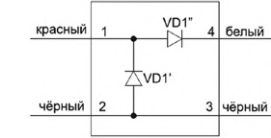
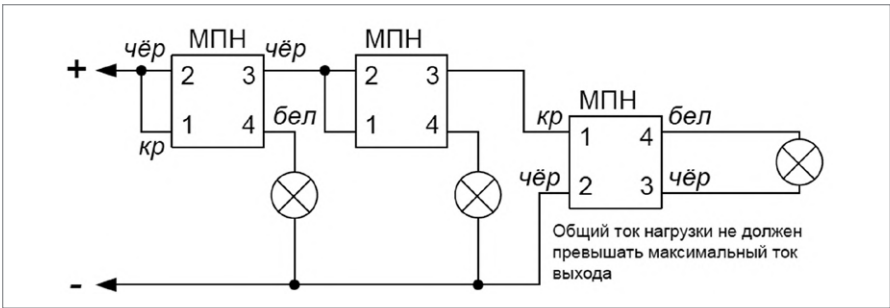

Рисунок 2. Схема внешних соединений блока «С2000-АСПТ»
Рисунок 3. Схема подключения нескольких световых табло или сирен к одному выходу блока
1. Схема внешних соединений блока С2000-АСПТ приведена на Рисунок 2. Если какая-либо из цепей «+1»... «+7» не используется, то необходимо подключить к ее контактам оконечный резистор: 4,7 кОм, 0,5 Вт из комплекта поставки.
4. Если какой-либо из выходов не используется, к его клеммам необходимо подключить модуль подключения нагрузки (МПН), белый (4) и черный (3) проводники которого нагрузить резистором (5,6...10) кОм, 0,5 Вт.
5. Несколько исполнительных устройств подключаются к одному выходу блока по схеме, приведенной на Рисунок 3.